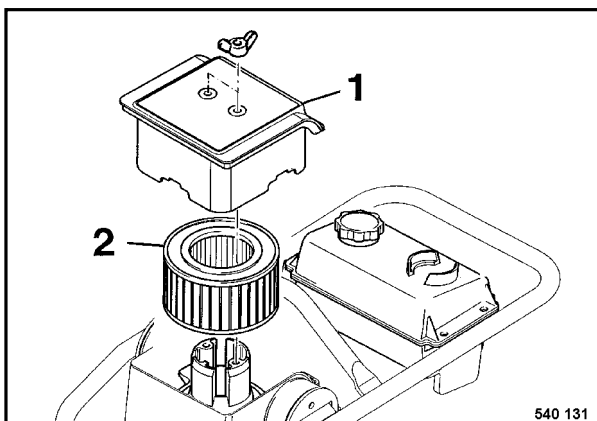

Fig. 1
- Desmontar la tapa 1 (Fig. 1), y extraer cuidadosamente el cartucho filtrante (2).